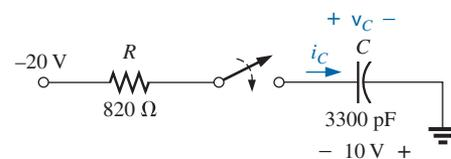

Figura 10.103 Problema 31.
- *31. O capacitor na Figura 10.103 está inicialmente carregado com 10 V com a polaridade indicada. Escreva as expressões para a tensão v_C e a corrente i_C depois do fechamento da chave. Trace as formas de onda resultantes.